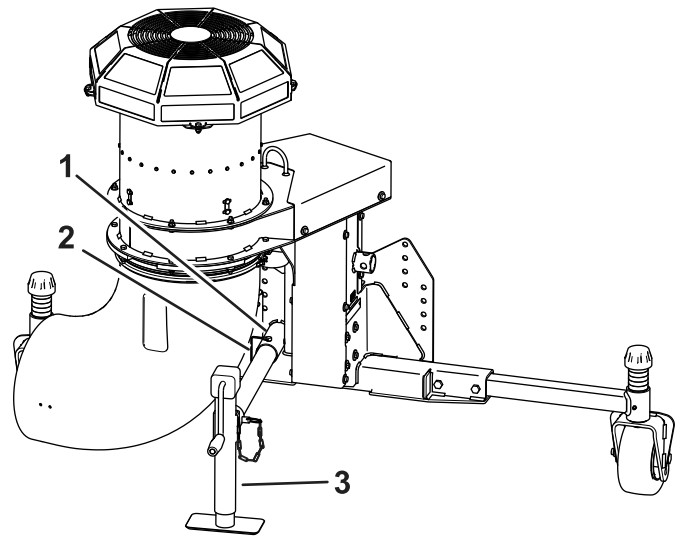

Figura 8
10. Introduceți tubul cricului în tubul cadrului, aliniați orificiile și fixați-l în poziție cu tiftul de siguranță (Figura 8).